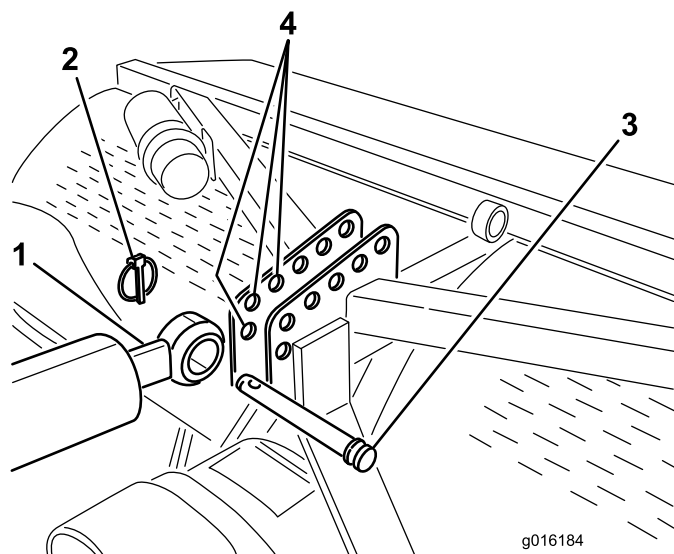
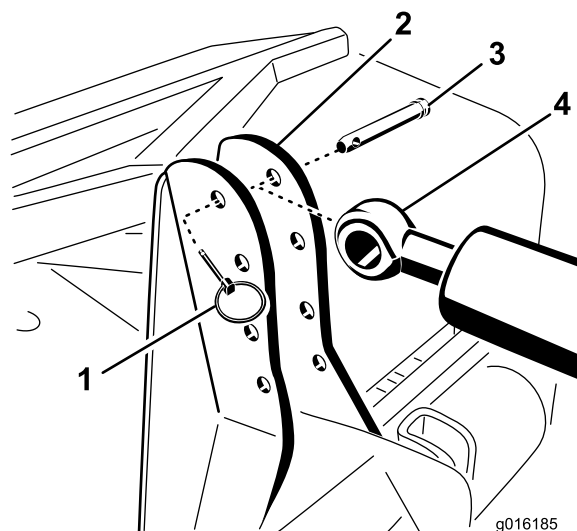

図 6
図 7
- リンクピンとリンチピンを使って、油圧式上部リンクのロッド端を、エアレータのできるだけ前側の穴に固定する図 6 または図 7。